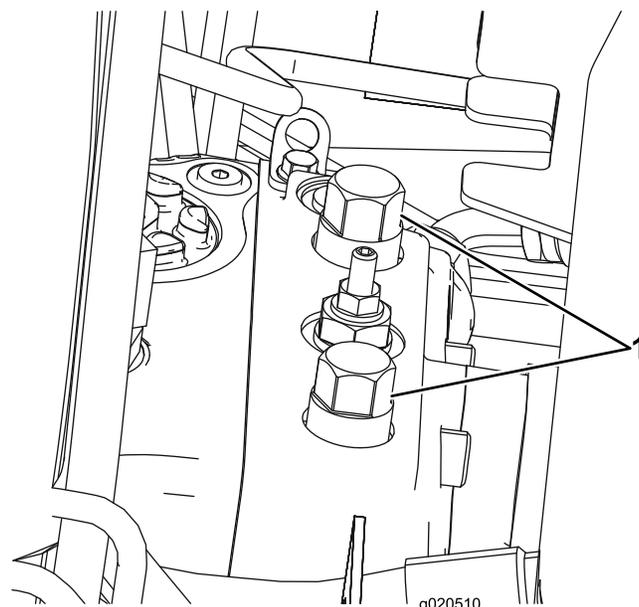

Figure 44
1. Ouvrez le capot et localisez les vannes de dérivation (Figure 44) au sommet de la pompe, derrière la batterie/les bacs de rangements.